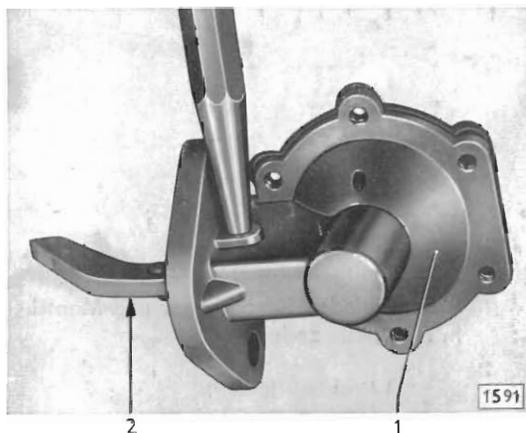

Bild 9 - Lagerbolzen für Kipphebel aus Gehäuseunterteil ausschlagen
4. Sicherungsring (8/2) für Lagerbolzen auf einer Seite des Gehäuses abnehmen und Lagerbolzen (8/1) mit Durchschlag heraus schlagen (Bild 9).